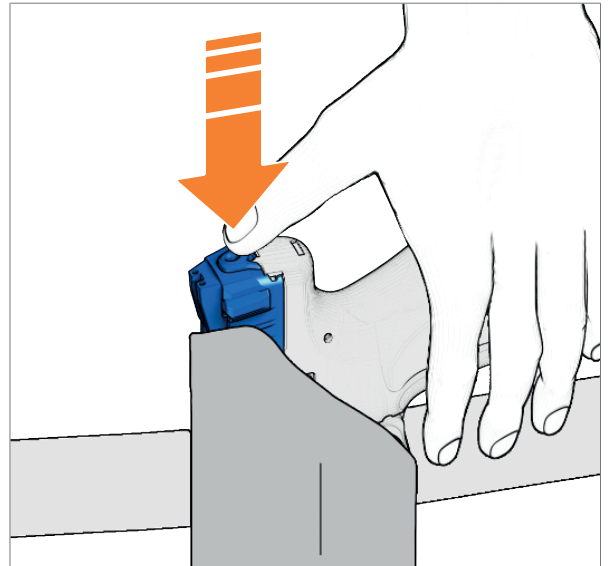

Abb. 53: Verschluss nach vorne drücken
Abhängig vom Holster kann der Verschluss nach hinten gedrückt werden, wenn Sie die Waffe in das Holster einsetzen. Drücken Sie den Verschluss beim Einsetzen mit dem Daumen nach vorne, um ein unbeabsichtigtes Öffnen des Verschlusses zu verhindern (Abb. 53).
1. Waffe in Holster einsetzen, dabei den Verschluss mit dem Daumen nach vorne drücken (Abb. 53).